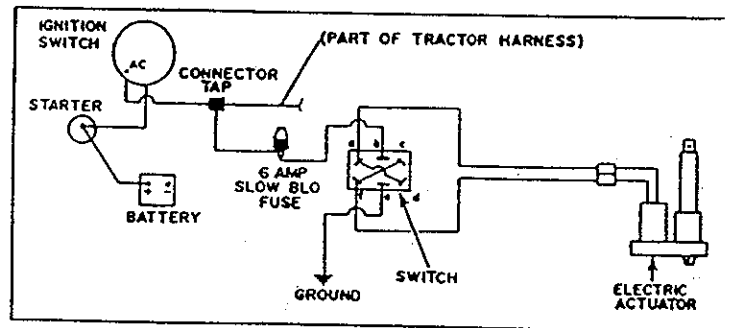

FIGURE 8
- f) Soudez un fil de 18" sur l'interrupteur au terminal du côté du support de fusible et un autre fil de 18" avec oeillet sur le terminal à l'autre bout de l'interrupteur (voir figure 8).
- h) Reliez le bout à oeillet du fil de 18" au terminal "b" de l'interrupteur de contrôle (voir figure 8).
- i) Reliez un bout du fil de 17" au terminal "e" de l'interrupteur de contrôle (voir figure 8). Reliez l'autre bout à une mise à terre convenable sur le châssis du tracteur.
- j) Reliez un bout du fil de 5" au terminal "a" de l'interrupteur (voir figure 8). Reliez l'autre bout au terminal "d" de l'interrupteur (voir figure 8).
- k) Reliez un bout d'un autre fil de 5" au terminal "c" de l'interrupteur (voir figure 8). Reliez l'autre bout au terminal "f" de l'interrupteur (voir figure 8).
- l) Reliez le bout à oeillet du fil double de 102" aux terminaux "a" et "f" sur l'interrupteur (voir figure 8).